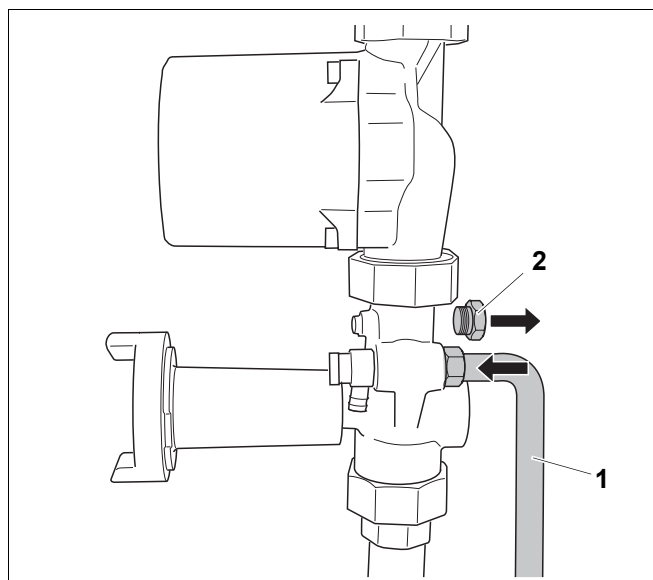

Рис. 14 Подсоединение расширительного бака
- Отвинтить заглушку (рис. 14, поз. 2) и присоединить трубопровод.
- При подключении расширительного бака (доп. оборудование) через сервисную арматуру синего цвета (обратная линия) подсоединить его к трубопроводу (рис. 14, поз. 1).